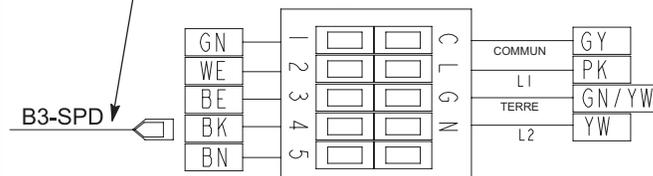

FIGURE 17
- 2 - Si le débit prévu est trop faible, utilisez la FIGURE 16 ou la FIGURE 17 pour déplacer le fil de contrôle à un réglage plus élevé.